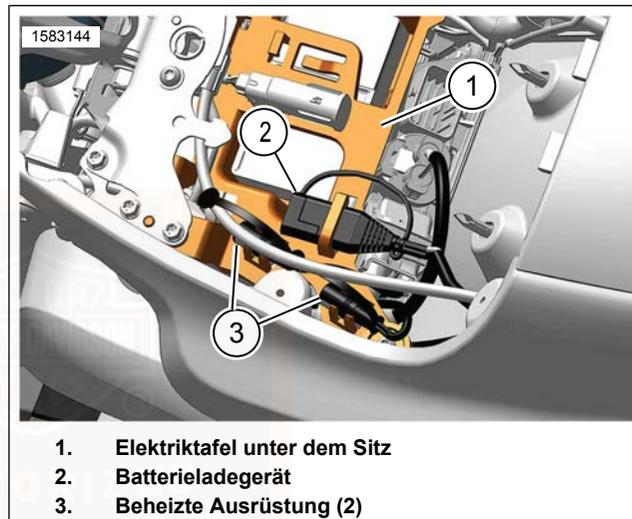

Abbildung 36. Unter dem Sitz
Siehe Abbildung 36. Die Steckverbinder für beheizte Ausrüstung (3) befinden sich in der Elektriztafel unter dem Sitz (1). Um Schäden während des Betriebs zu vermeiden, müssen die Steckverbinder für beheizte Ausrüstung ordnungsgemäß verlegt werden.
2. Siehe Abbildung 36. Die unter dem Sitz versteauten Steckverbinder für beheizte Ausrüstung (3) aus der Elektriztafel (1) entfernen.